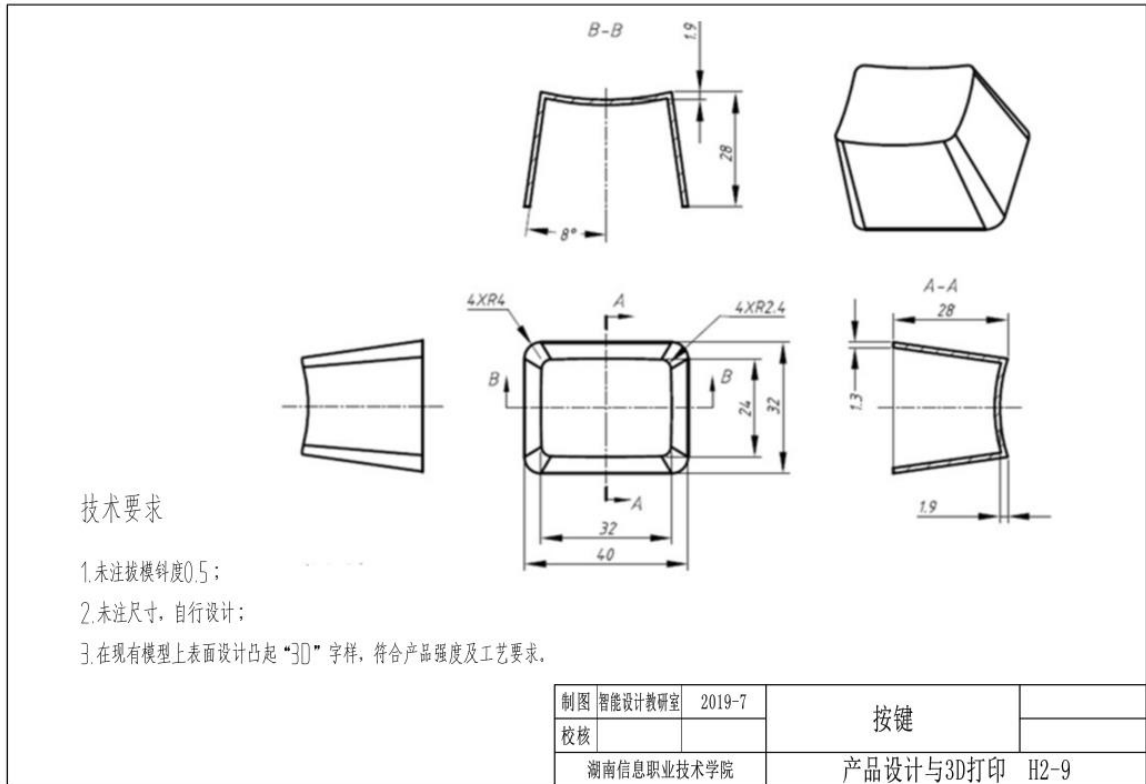

图 2-2-9 按键
**任务 1：**按照图 2-2-9 的要求，对按键零件进行产品造型、结构设计与 3D 打印，打印材料为 ABS 或 PLA。
- 2) 根据图 2-2-9 要求，对产品进行造型，在现有模型表面设计凸起“3D”字样，符合产品强度及 3D 打印工艺等要求。